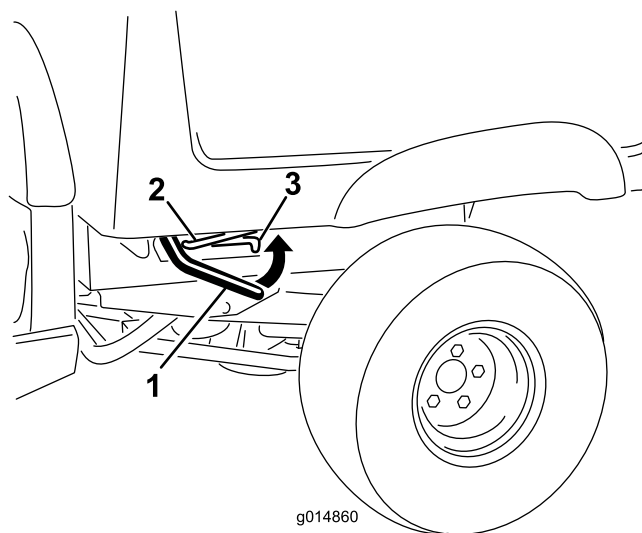

Figura 17
1. Levante la palanca situada en cada lado de la plataforma y eleve la plataforma (Figura 17).
2. Tire de la varilla de soporte hasta que entre en la muesca, afianzando la plataforma (Figura 17).